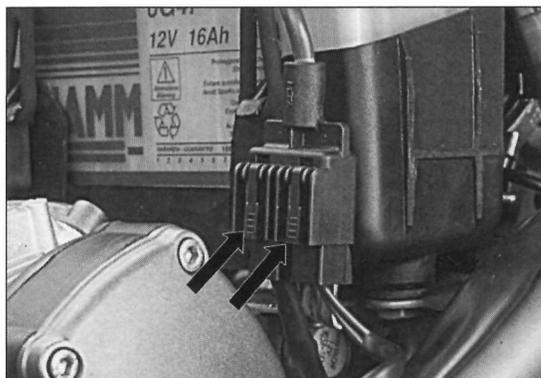

Bild 41
- Pluskabel am Stecker trennen (Bild 41) und Batterie herausnehmen.